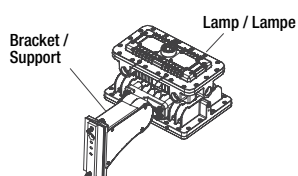

Fig. 26
Step 1: Install the bracket on the lamp (Figure 26).
Étape 1 : Installez le support sur la lampe (figure 26).